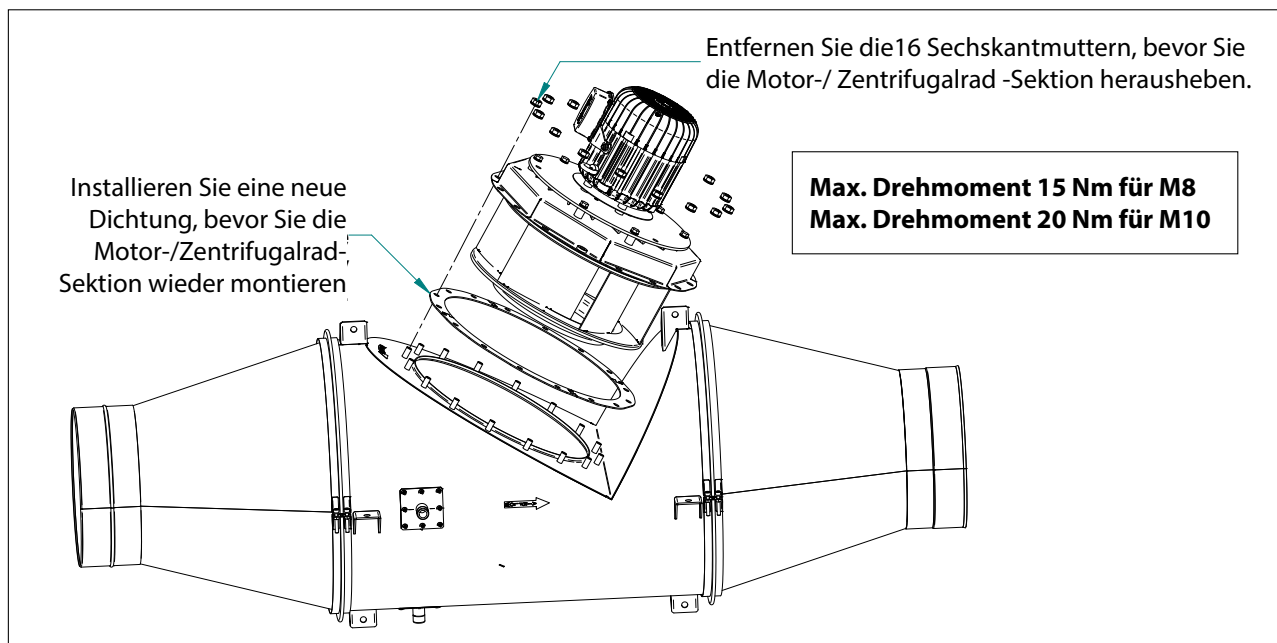

Abb. 12
Bezugnehmend auf Abb. 12 führen Sie folgende Schritte aus, um den CFIR zu öffnen, damit er gereinigt und inspiziert werden kann.
3. Motor- und Zentrifugalrad-Sektion können aus dem Gehäuse herausgehoben werden. Siehe Tabelle mit dem Gewicht für jedes Modell unter der Abb. 12.
5. Setzen Sie die Motor- und Zentrifugalrad-Sektion wieder ein und ziehen Sie diese mit den Sechskantmutter wie in Abb. 12 angegeben fest.